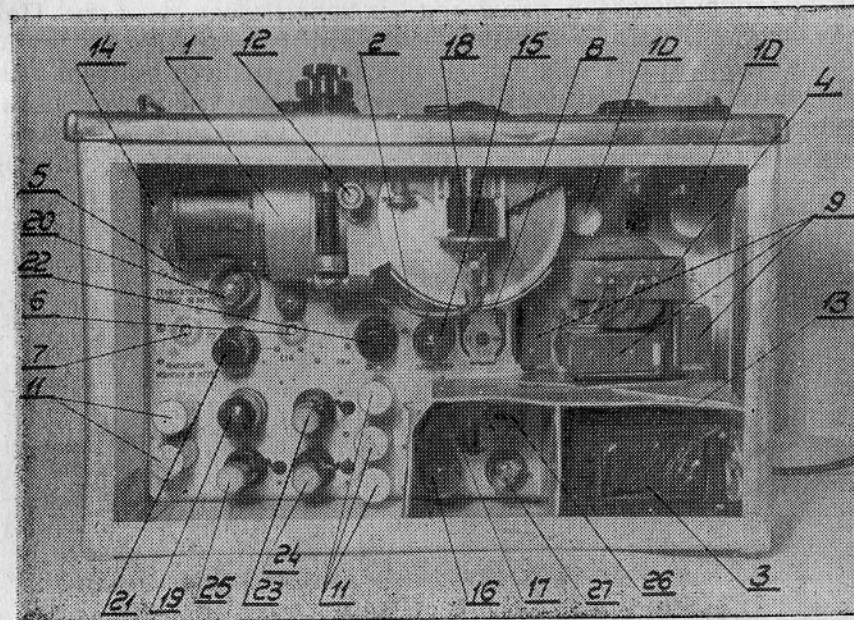

Рис. 9. Общий вид волномера (вид сверху со снятым кожухом).
Настройка контуров кварцевого генератора производится триммерами С21 и С23, доступ к которым открывается через отверстия в шасси (поз. 5 и 7 рис. 9).
В верхней части прибора (рис. 9.) расположены: дециметровый генератор (1), феррорезонансный трансформатор (3),
Регулировка начального положения корректора производится в двух случаях: когда при установке одной из красных рисок шкалы диапазона против визира и вращении корректора из одного крайнего положения в другое не получают биения частот дециметрового генератора с гармоникой кварцевого эталона (прибор предварительно должен быть включен в сеть не менее 40 минут, главный переключатель должен быть установлен в положение „коррекция генератора“, тумблер „калибровка“ в положение „100 мГц“, линия — нуль 20-ти мегацикловой шкалы против перекрестья визира „мГц“), и когда при тех же условиях получают биения в двух положениях корректора. Такие случаи могут быть за счет случайного вращения регулировочного винта (поз. 12, рис. 9), за счет вытягивания кенгутовой нити (поз. 5, рис. 6), от резких изменений климатических условий и при длительной работе прибора или при смене лампы 6С5Д.
Через час после прогрева схемы следует на высоких частотах диапазона замерить частоту внешнего генератора 3-х сантиметрового диапазона грубым (коаксиальным) волномером и, постепенно меняя частоту внешнего генератора, довести ее до величины, кратной 100 мГц. Записать это значение частоты. После этого поставить главный переключатель в положение „точн. изм.“ и ручкой „градуировка“ в районе частоты, замеренной коаксиальным волномером, найти биение измеряемой частоты с гармоникой дециметрового генератора. Не меняя положения ручек и не выключая прибор, выдвинуть его из кожуха настолько, чтобы можно было вращать регулировочный винт (поз. 12, рис. 9) и повернуть этот винт так, чтобы та красная риска шкалы диапазона, которой соответствует записанное выше значение
Регулировка осуществляется потенциометром регулировки постоянства тока (поз. 8 рис. 9). Замечается точное значение тока в положении главного переключателя „коррекция ген.“, главный переключатель переводится в положение „точное изм.“ и вращением ротора потенциометра достигается то же значение тока, что и замеченное в положении главного переключателя „коррекция ген.“.
Регулировка кварцевого эталона заключается в настройке его контуров и проводится в следующем порядке: главный переключатель ставится в положение „коррекция ген.“ и при помощи отвертки с изолированной ручкой настраивается выходной и генераторный контуры триммерами (поз. 6 и 7 рис. 9) проверяется слышимость калибрационных точек, после чего регулируется постоянство анодного тока дециметрового генератора описанным выше способом.